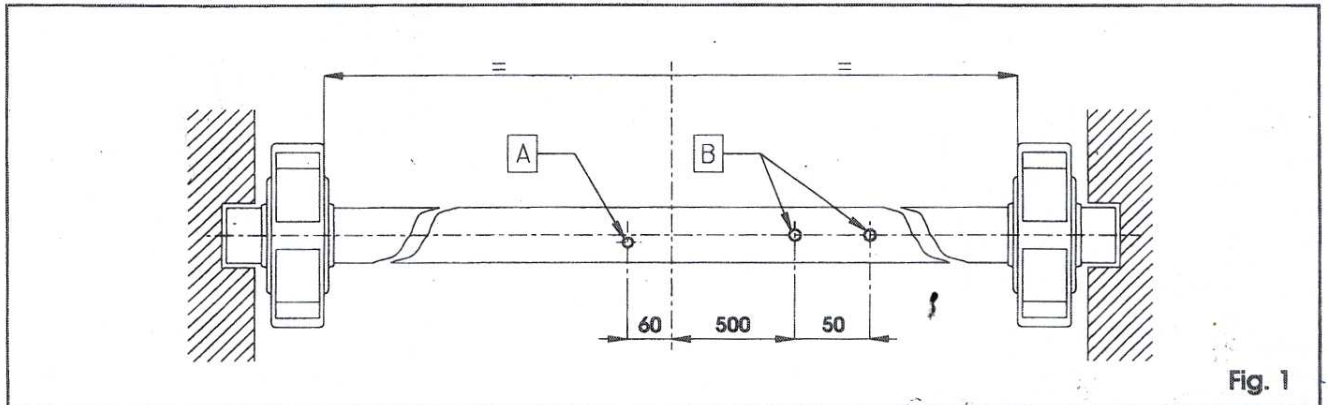

Fig. 1
A) Fermer complètement le rideau. **B)** Pratiquer les trous indiqués à la **fig. 1**, A: TROU DEBOUCHANT, B: TROUS NON DEBOUCHANTS.